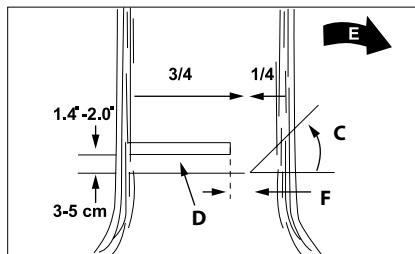

Рис. 15
**Внимание!** Не ходете пред дървото, на което вече са направени предварителни срези. Окончателен срез (D) се изпълня от обратната страна на дървото в 3-5 см над хоризонтална основа на предварителен срез (C) (рис. 15).